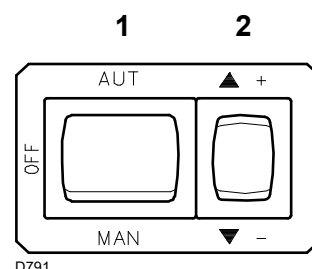
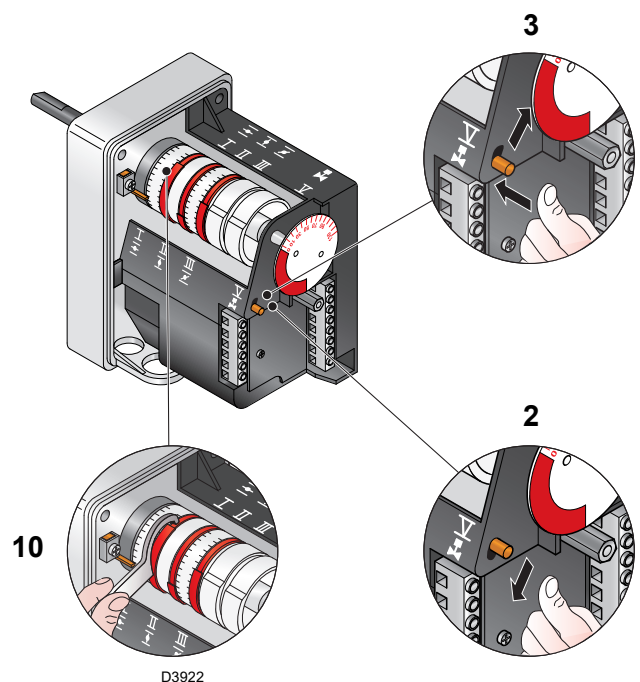

Abb. 27
Abb. 29
Die Höchstleistung ist im Regelbereich auf Seite 8 auszuwählen. In der vorhergehenden Beschreibung ist der Brenner auf der Mindestleistung in Betrieb geblieben. Nun auf die Taste 2)(Abb. 27) "Leistungssteigerung" drücken, bis der Stellantrieb gleichzeitig die Luftklappe und die Gasdrossel geöffnet hat.
Auf die Taste 2)(Abb. 27) “-” drücken, bis der Stellantrieb gleichzeitig die Luftklappe und die Gasdrossel auf 65° (werkseitig ausgeführt) geschlossen hat.
- Zur Abnahme den Nockenwinkel III (Abb. 29) mit kleinen Verstellungen progressiv reduzieren, d.h. vom Winkel 65° auf 63° - 61°....
- Zur Erhöhung auf die Taste 2)(Abb. 27) “+” leicht drücken (d.h. die Gasdrossel auf 10-15° öffnen), den Nockenwinkel III (Abb. 29) mit kleinen Verstellungen progressiv vergrößern, d.h. vom Winkel 65° auf 67° - 69°....
Auf die Taste 2)(Abb. 27) “+” leicht drücken, damit der Stellantrieb um etwa 15° dreht. Die Schrauben einstellen, bis eine optimale Verbrennung erreicht wird. Mit den anderen Schrauben gleich verfahren. Daruf achten, daß die Änderung des Nockenprofils progressiv ist.
Brenner durch Schalter 1)(Abb. 27), Stellung OFF, abschalten, den Nocken 4) durch Drücken und Verschieben nach rechts des Druckknopfs 3) vom Stellantrieb entsperren, und den Nocken 4) mehrmals von Hand vor- und zurückdrehen.